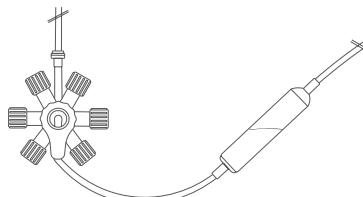

Fig. 1 Cebado de la cámara de goteo
8. Sujete la cámara de goteo (8) boca abajo y colóquela en el mismo nivel que el RondelO, abra la pinza de rueda (9) del equipo intravenoso y llene la cámara de goteo como se muestra en la Fig. 1.